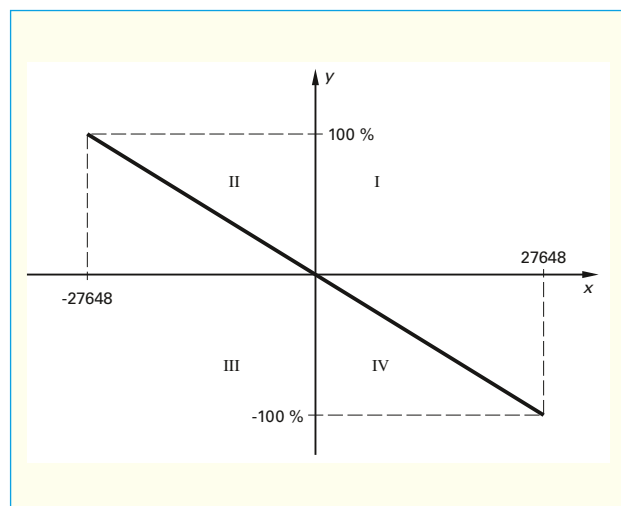

Bild 3: Normierungskennlinie in den Quadranten 2 und 4
b) Ergänzen Sie anhand **Bild 3** und Teilaufgabe a) **Tabelle 1**
Tabelle 1: Zuordnungen Kennlinie (Bild 3)